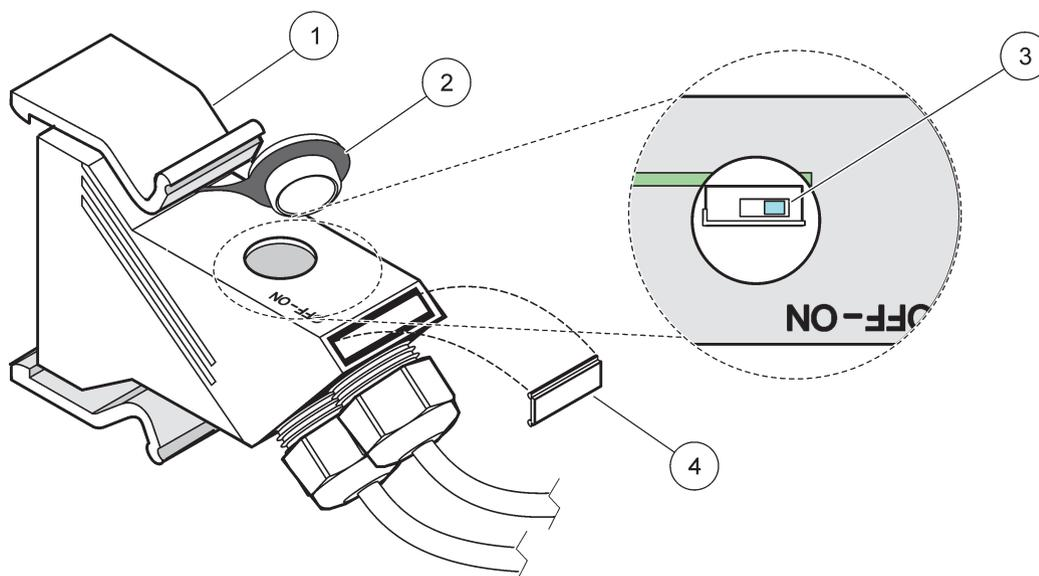

Figura 32 Impostazione di una resistenza terminale (commutatore DIP nel connettore)
14. Impostare una resistenza terminale nell'ultimo connettore di rete in posizione ON (vedere Figura 32 e Tabella 11).